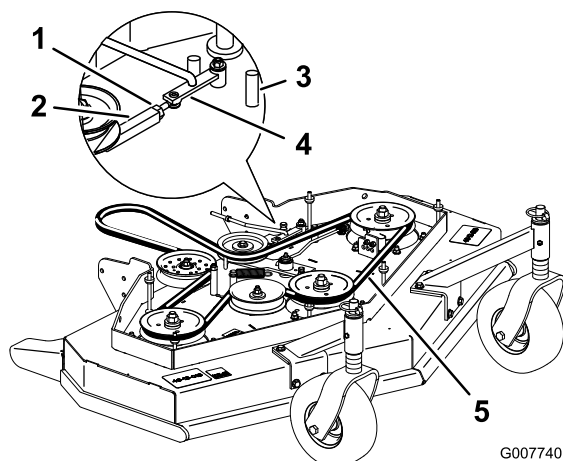

Bild 43
3. Lösen Sie die Sicherungsmutter an der Spannschraube (Bild 43).
4. Drehen Sie die Spannschraube zum Heck des Mähwerks, um die Riemenspannung zu erhöhen. Drehen Sie die Spannschraube zur Vorderseite des Mähwerks, um die Riemenspannung zu verringern (Bild 43).